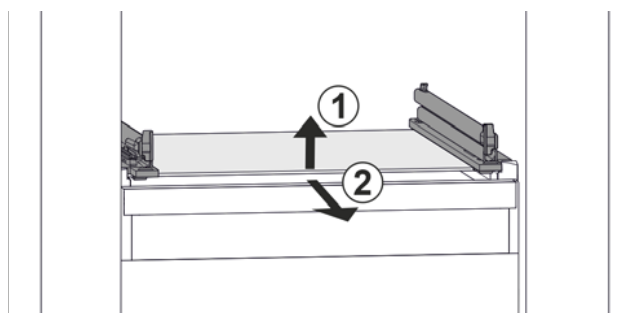

Fig. 118 Примерное отображение стеклнной пластины
- Приподнимите стеклнную пластину спереди. Fig. 118 (1)
- Извлеките стеклнную пластину движением вперед. Fig. 118 (2)